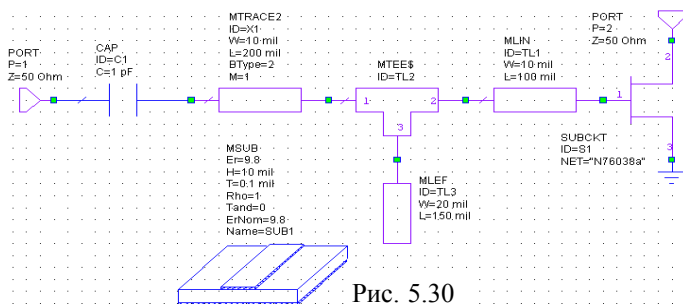

Рис. 5.30
5. Установите курсор на входной порт, нажмите левую кнопку мышки и подключите порт ко входу схемы. Должна получиться схема, показанная на рис. 5.30.